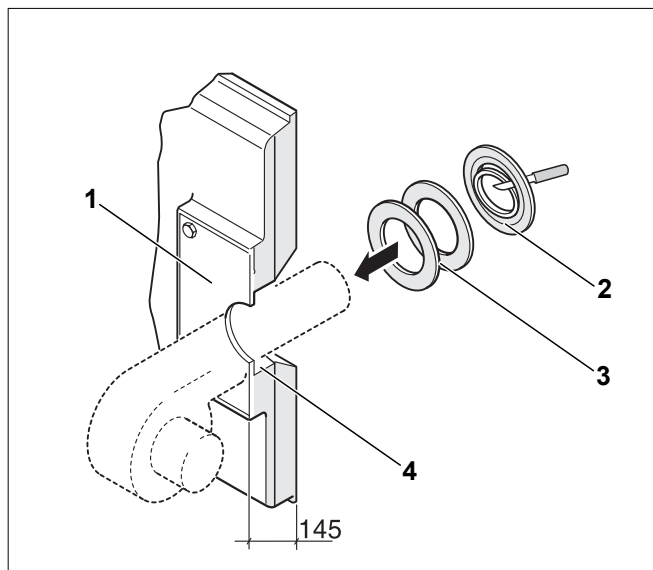

Рис. 66 Монтаж горелки (размер в мм)
- ▶ В пластине под горелку (рис. 66, [1]) просверлите или вырежьте автогеном отверстие, соответствующее диаметру трубы горелки (Ø макс. 270 мм).
- ▶ Вырежьте изолирующие кольца в соответствии с диаметром трубы горелки (рис. 66, [2]).
- ▶ Уложите в зазор между теплоизоляцией дверцы горелки и трубой горелки (рис. 66, [4]) соответствующие изолирующие кольца (рис. 66, [3]).